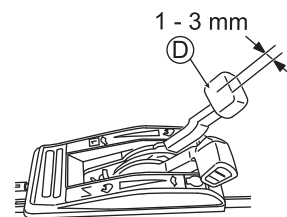

Fig. 27
Ajuste a folga da alavanca de ajuste de velocidade (D) em 1 - 3 mm, como mostrado na fig. 27.
3. Acione o motor e verifique se a velocidade de corte da máquina varia quando a alavanca de ajuste de velocidade (D) é movimentada.